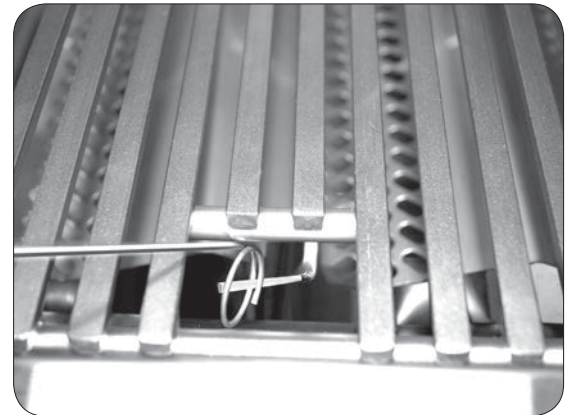

Fig. 22-2 - Éclairage manuel
**ATTENTION:** Attendez toujours cinq (5) minutes le gaz pour se dégager après que n'importe quelle tentative non réussie d'éclairage.
2. Insérez un allumeur brûlant de butane de long-baril, une allumette brûlante de long-tige, ou une allumette brûlante tenue par un support de prolongation de fil par la grille à cuire s'ouvrant au dessus du brûleur (fig. 22-2).
4. Si le brûleur ne se allume pas dans les cinq (5) secondes de tourner le bouton de commande, enfoncez immédiatement le bouton et tournez la valve à AU LOIN. ATTENDEZ CINQ (5) MINUTES avant de répéter les étapes 2 à 4 des instructions manuelles d'éclairage.